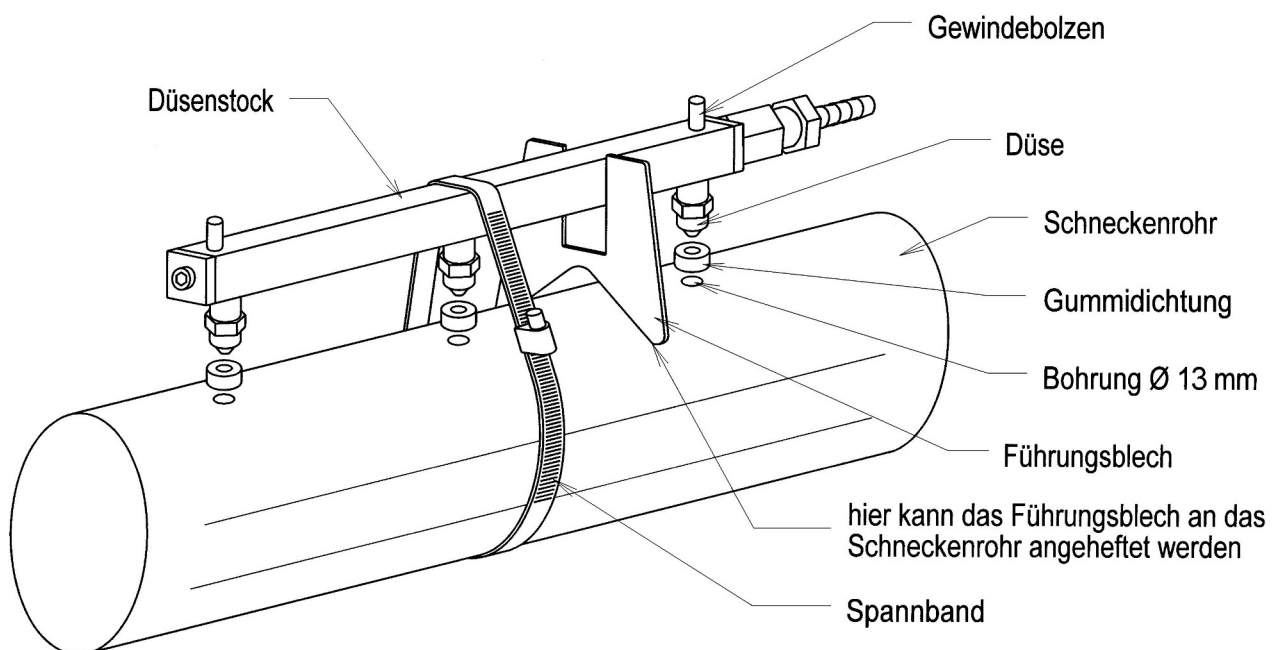

Abbildung 1: Montage Düsenstock 3fach
- das Mengenregulierungsventil SAB 450 mini (s. Bild 1) vollkommen öffnen
- Taster Enter betätigen, (s. Bild 1 / 2) → Elektronik an,